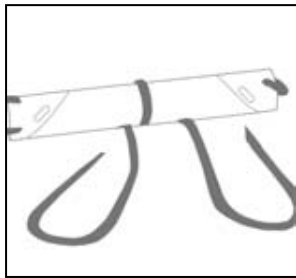

Fig. 2
- Geben Sie das Gerät aus dem Lagerbehälter und legen Sie es auf den Boden (Fig. 2).